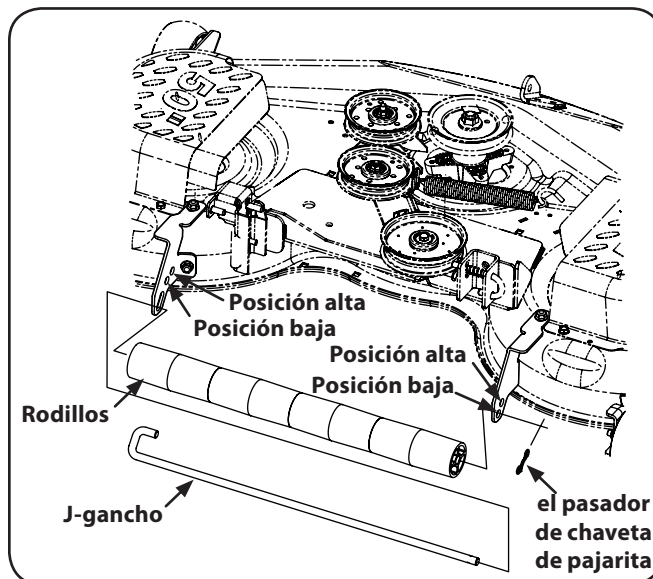

Figura 6-9
2. derecho del soporte de rodillo. Vea la Figura 6-9.